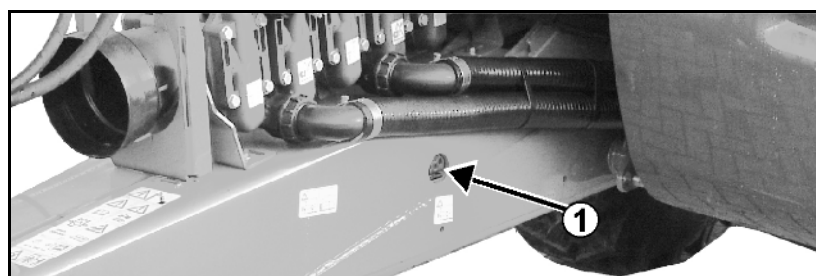

Рис. 6
- Две точки крепления справа и слева на дышле (Рис. 6/1)